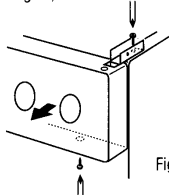

Fig. 14
- Enlever le bandeau (voir fig. 14).